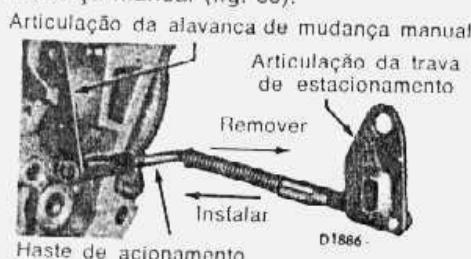

fig. 60 — remoção ou instalação de haste de acionamento da trava de estacionamento
- 3 Por trás da caixa da transmissão, remover em conjunto, a articulação da trava de estacionamento, haste de acionamento e a articulação da alavanca de mudança manual (fig. 60).
- 3 Por trás da caixa de transmissão, instalar o conjunto da haste e articulação de acionamento (fig. 60).